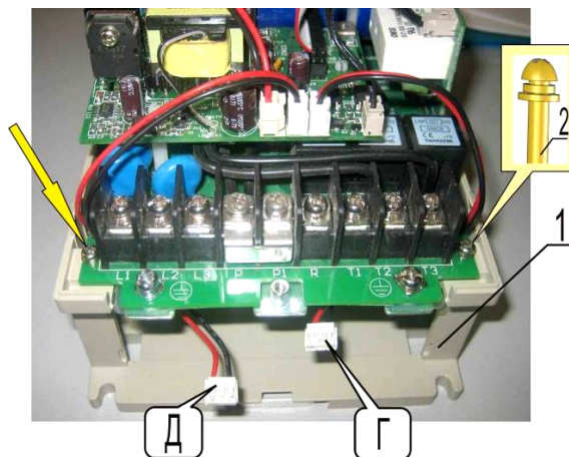

Рис. 7.12
7.6.3. Вывести провода питания вентиляторов (Г) и (Д) в окно основания корпуса (рис. 7.12).
7.6.4. Закрепить модуль ПЧ в основании корпуса двумя винтами (2) (рис. 7.12).